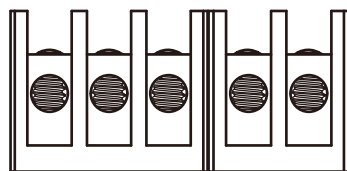

Рис. 5.10 Подключение кабеля переменного тока
- 2) Подключите кабель через распределительную коробку с водонепроницаемой оболочкой и вставьте в зажим (на рисунке 5.9 изображен способ подключения трехфазных линий к распределительной коробке; кабель заземления присоединяется к корпусу инвертора), и используйте отвертку, чтобы прижать жгут проводов к соединительному зажиму, как изображен на рис. 5.10.